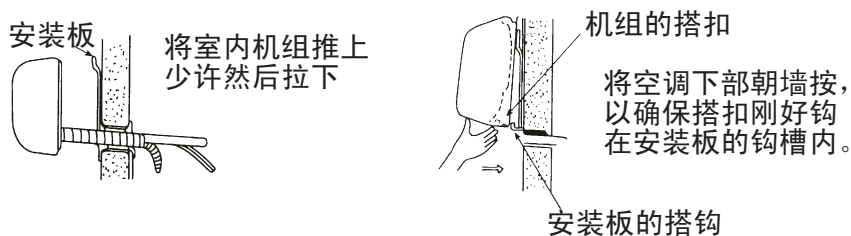

图17
(2) 如图17所示将室内机组钩上安装板。
(3) 把室内机组的搭扣钩在安装板上。